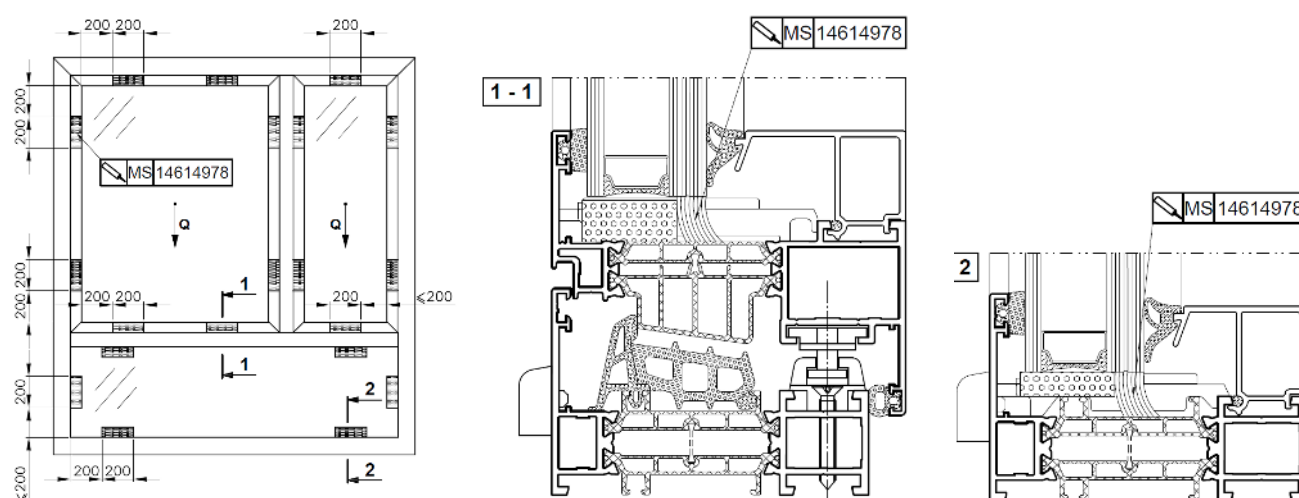

Rys. 5 Rozmieszczenie otworów pod kolki rozporowe
- konstrukcje należy mocować do ścian nośnych poprzez systemowo rozmieszczone i przygotowane w ościeżnicy na etapie produkcyjnym otwory pod dyble wg poniższych schematów (rys. 5). Do mocowania należy stosować stalowe kołki rozporowe min.  $\varnothing$  10 mm,